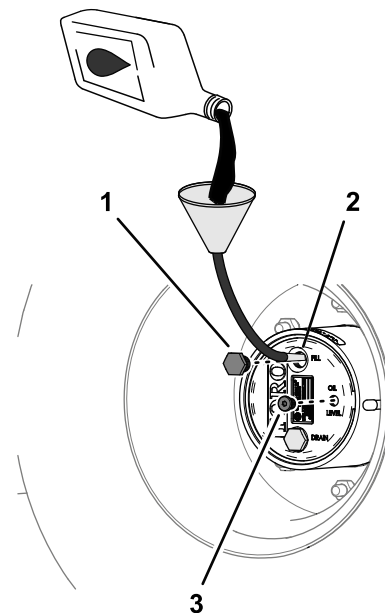

図 93
4. オイルの量が少ない場合は、補給プラグを取り、点検穴からあふれ出てくるまで所定のオイルを補給する 図 93 プラネタリギアドライブの潤滑油の仕様 (ページ 65) を参照。
6. 補給プラグと点検プラグを取り付ける 図 93。
1. 補給プラグの穴から、新しいオイルをゆっくりと入れる 図 93 プラネタリギアオイルの点検 (ページ 65) を参照。
3. 補給プラグと点検プラグを取り付ける 図 93 プラネタリギアオイルの点検 (ページ 65) を参照。